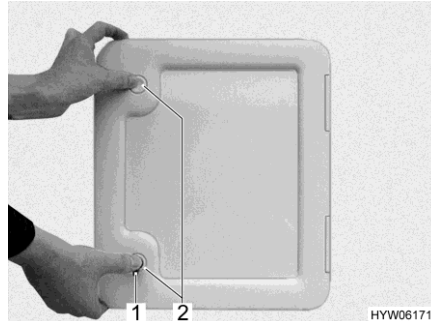

Bild 169 Lucka (latrintank)
- Öppna luckan till latrintanken på fordonets utsida. Stick för detta in nyckeln i låscylindern i trycklåset (Bild 169,1) och vrid den ett kvarts varv medurs.
- Tryck samtidigt in de två trycklåsen (Bild 169,2) med tummarna och öppna luckan för latrintanken.